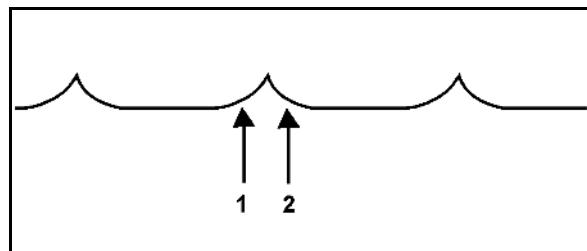

図 48
1. リンチピン (図 48/3) を取り外します。
2. 旋回レバー (図 48/2) を所望の回転方向に応じてはめます。
3. 軸をハンドレバー (図 48/1) を介して延長 / 短縮させます。
4. 設定をリンチピン (図 48/3) で固定します。